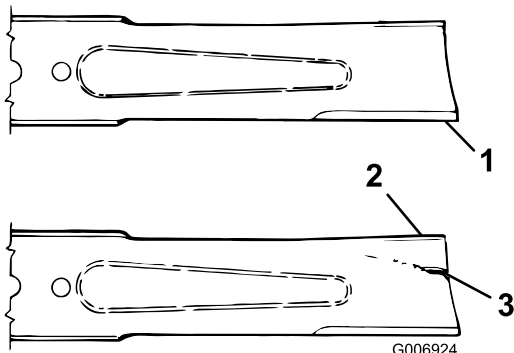

Bild 33
2. Untersuchen Sie die Schnittkanten (Bild 33). Bauen Sie die Schnittmesser aus und schärfen sie, wenn die Kanten nicht scharf sind oder Kerben aufweisen; siehe „Schärfen der Messer“.
3. Prüfen Sie die Schnittmesser, insbesondere den gebogenen Bereich (Bild 33). Wenn Sie Schäden, Verschleiß oder Rillenbildung in diesem Bereich
feststellen (Bild 33), sollten Sie sofort ein neues Schnittmesser einbauen.